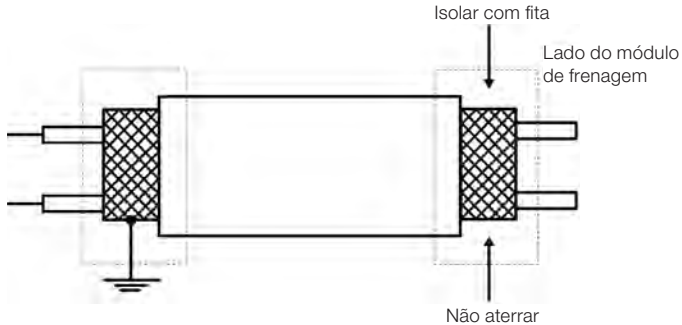

Figura 3.9: Conexão da blindagem
- Se necessário, utilize cabos blindados. A correta conexão da blindagem dos cabos é apresentada na figura 3.9.